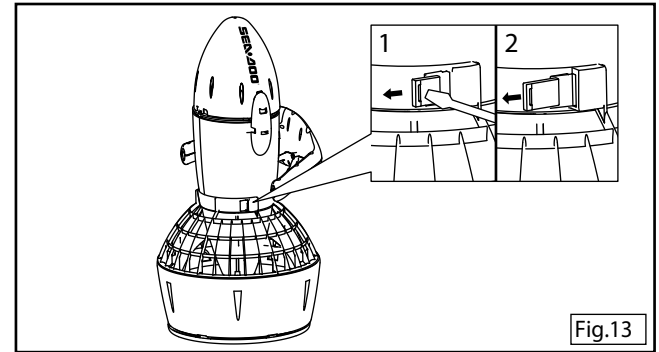

Fig.13
3. Introduire un tournevis tel qu'illustré en figure 13 pour retirer les deux goupilles de la grille.